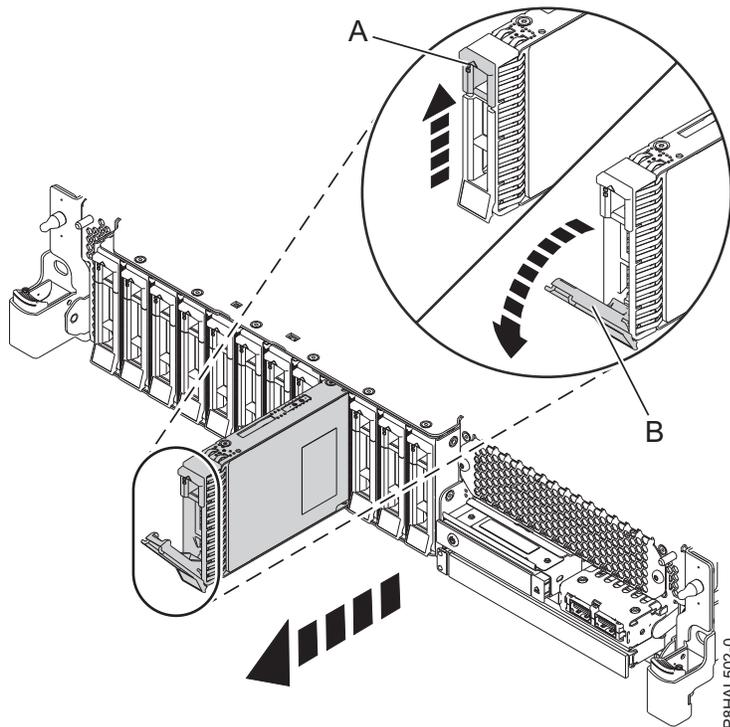

Figura 62. Extracción de una unidad de disco de un sistema de función base
4. Cuando se encienda el LED de identificación con una luz fija, desbloquee el asa de la bahía de unidad **(B)** presionando el pestillo del asa **(A)** y tirando de él hacia usted, como se muestra en la Figura 62 y la Figura 63 en la página 68. Si el asa no está extendida del todo, la unidad de estado sólido no se puede deslizar hacia fuera del sistema.